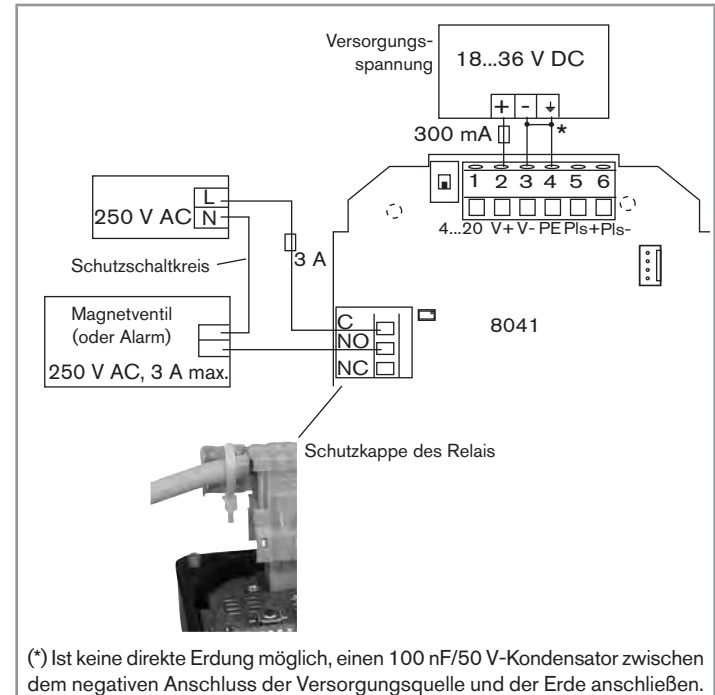
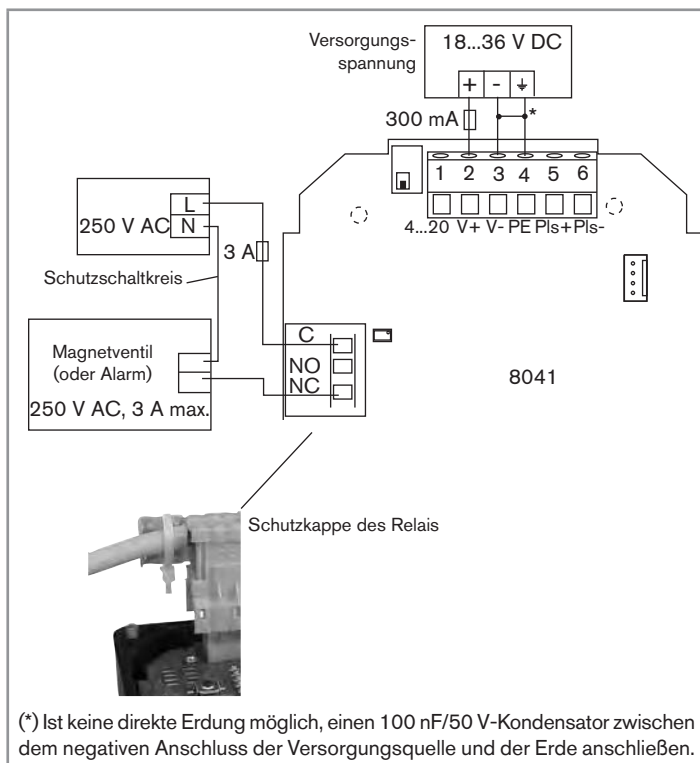

Bild 23: Anschluss des Relaisausgangs für die Betriebsweise stromlos offen
Bild 24: Anschluss des Relaisausgangs für die Betriebsweise stromlos geschlossen
- Anschluss für die Betriebsweise stromlos offen siehe Bild 23 und für die Betriebsweise stromlos geschlossen siehe Bild 24.
- Erdung durchführen (siehe Bild 23 oder Bild 24).